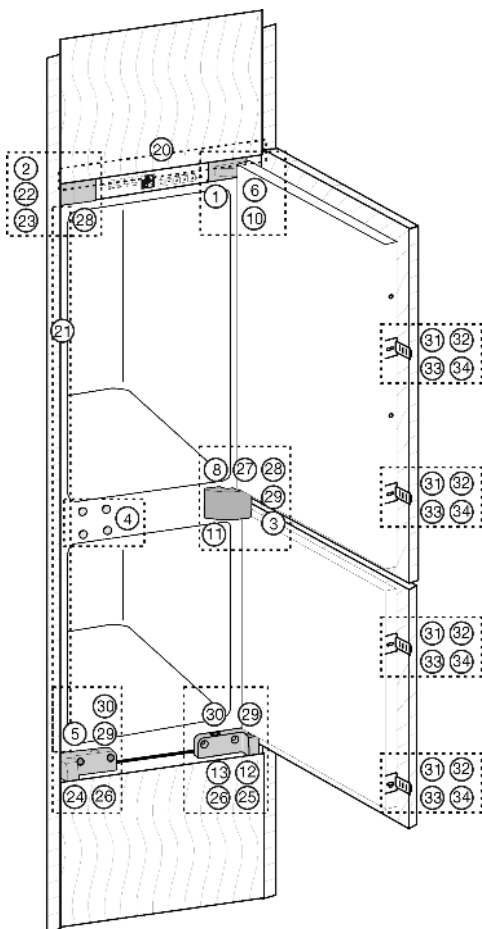
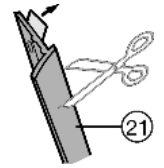
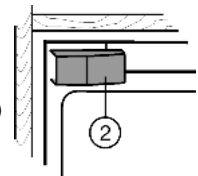

Fig. 6
Fig. 9
Fig. 10
- ▶ Lijm afdekprofiel Fig. 9 (21) aan de kant van de deurgreep vast, in één lijn met de zijwand van het apparaat: Beschermfolie verwijderen en afdekprofiel vastkleven.
- ▶ Afdekprofiel Fig. 9 (21) indien nodig inkorten op maat van de nishoogte.
- ▶ Het afdekprofiel Fig. 9 (21) precies onder de bevestigingshoek Fig. 6 (22) aanbrengen.
- ▶ Afdekking Fig. 10 (2) verwijderen.
- ▶ Afdekking Fig. 6 (3) van het lagerblok midden Fig. 10 (11) verwijderen.